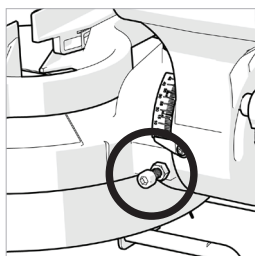

Fig. 17
- Utilice una llave hexagonal para apretar o soltar el tornillo de ajuste según proceda. **(Fig. 17)**